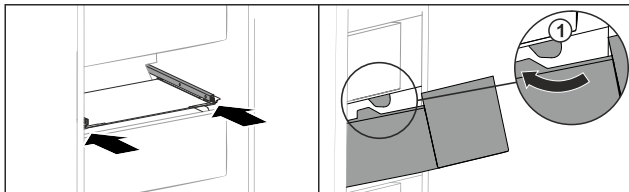

Fig. 151
- ▶ Прокарайте чекмеджето около ограничителите Fig. 151 (1).